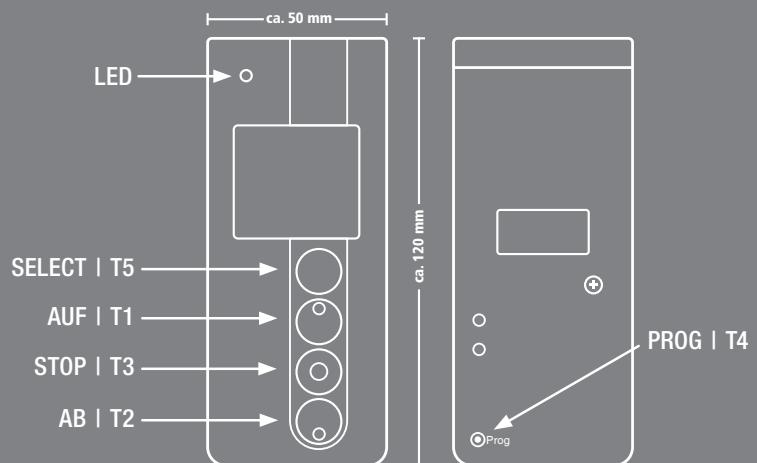
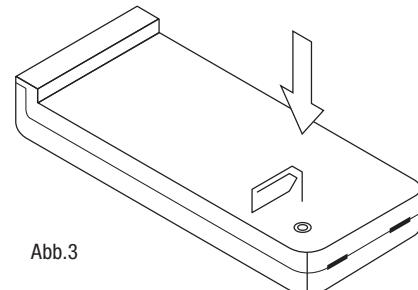

Abb. 1
Abb.3
Mit der **SELECT|T5-Taste** bestimmen Sie den gewünschten Kanal. Daraufhin kann mit der **AUF|T1-Taste** (s. Abb. 1) ein Verbraucher eingeschaltet werden (z.B. Rolladen auffahren) und mit der **STOP|T3-Taste** (s. Abb. 1)
ausgeschaltet werden (Rollladen stoppen). Alternativ kann zum Stoppen auch die **AB|T2-Taste** (s. Abb. 1) gedrückt werden.
In der Praxis bedeutet dies z.B. das Hochfahren des Rolladens mit der **AUF|T1-Taste** (s. Abb. 1) und ein Stoppen dieses Hochfahrens mit der **STOP|T3-Taste** (s. Abb. 1) (alternativ: **AB|T2-Taste** (s. Abb. 1)). Umgekehrt wird der Rolladen mit der **AB|T2-Taste** (s. Abb. 1) heruntergefahren. Dieses Herunterfahren kann mit der **STOP|T3-Taste** (s. Abb. 1) (alternativ: **AUF|T1-Taste**) jederzeit gestoppt werden.
◦ Am HS-8 RIO wird nun mit der Select | T5-Taste, der gewünschte Kanal gewählt und anschließend die AUF | T1-Taste (s. Abb. 1) betätigt und gehalten, bis der einsetzende Dauerton erlischt. Dies dient zur Bestätigung, dass die Kommunikation zwischen Sender und Empfänger gewährleistet ist. Taste loslassen. Der HS-8 RIO ist nun als Mastersender eingelernt.
⑤ EINLERNEN EINES ZUSÄTZLICHEN SENDERS
- Bestimmen Sie am Mastersender mit der Select | T5-Taste (s. Abb.1) den entsprechenden Kanal.
- Drücken Sie kurz, mit einem entsprechenden Gegenstand, z.b. einer Büroklammer, die Prog | T4-Taste (s. Abb.3) Ihres Mastersenders; ein Signalton bestätigt, dass Sie sich im Programmiermodus befinden. Taste loslassen.
- Drücken Sie innerhalb von ca. 2 Sek. die AUF | T1-Taste (s. Abb.1) am Mastersender. Der Empfänger befindet sich nun für ca. 16 Sek. im Lernmodus. Innerhalb dieser Zeit erklingt ein gleichmäßiger Signalton.
- Währenddessen drücken und halten Sie die AUF | T1-Taste (s. Abb.1) am neu einzulernenden Sender;
⑥ GEZIELTES LÖSCHEN EINES EINGELENTEN SENDERS
- Drücken Sie kurz, mit einem entsprechenden Gegenstand, z. b. einer Büroklammer, die Prog | T4-Taste (s. Abb.1) Ihres Mastersenders; ein Signalton bestätigt, dass Sie sich im Programmiermodus befinden. Taste loslassen.
- Drücken Sie innerhalb von ca. 2 Sek. die AB | T2-Taste (s. Abb.1) am Mastersender. Der Empfänger befindet sich nun für ca. 16 Sek. im Löschmodus. Innerhalb dieser Zeit erklingt ein schnellerer Signalton.
- Währenddessen drücken und halten Sie die AUF | T1-Taste (s. Abb.1) am zu löschenenden Sender; ein kurzer Signalton (ca. 1 Sek.) bestätigt Ihnen die korrekte Löschung. Taste loslassen.
⑦ GLOBALES LÖSCHEN ALLER EINGELENTEN SENDER
- Drücken Sie kurz, mit einem entsprechenden Gegenstand, z. b. einer Büroklammer, die Prog | T4-Taste (s. Abb.3) Ihres Mastersenders; ein Signalton bestätigt, dass Sie sich im Programmiermodus befinden. Taste loslassen.
- Währenddessen drücken und halten Sie nochmals die Prog | T4-Taste (s. Abb.3) am Mastersender; ein kurzer Signalton (ca. 1 Sek.) bestätigt Ihnen die korrekte Löschung. Taste loslassen.
- Bestimmen Sie mit der Select | T5-Taste (s. Abb.1) den entsprechenden Kanal. Drücken Sie kurz, mit einem entsprechenden Gegenstand, z. b. einer Büroklammer, die Prog | T4-Taste (s. Abb.3) Ihres
- Währenddessen drücken Sie die AB | T2-Taste (s. Abb.1) am Mastersender; ein kurzer Signalton (ca. 1 Sek.) bestätigt die korrekte Funktionsumkehr. Nun bitte die Laufrichtung überprüfen. Falls die Laufrichtung nicht korrekt ist, die ersten beiden Schritte wiederholen, daraufhin die AUF | T1-Taste (s. Abb.1) drücken. Die Funktionsumkehr oder die Dreh-/Laufrichtung ist nun geändert.
⑨ TECHNISCHE DATEN